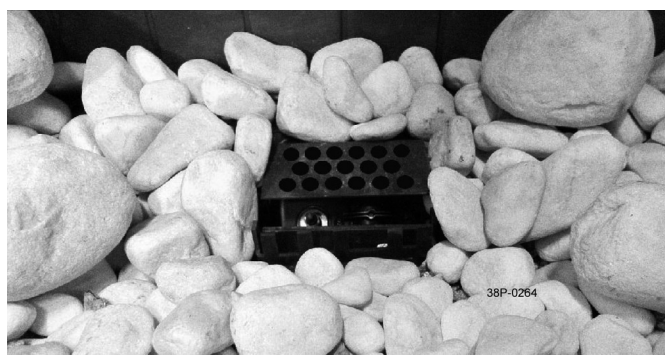

fig. 6
- Répartissez les pierres de carrare uniformément sur une couche; voir Photo (fig. 6);
- Placer les 12 gros gallets dessus les petits galets; voir Photo (fig. 6);
- Veillez à ce que la veilleuse et l'espace qui l'entoure restent dégagés; voir Photo (fig. 6).